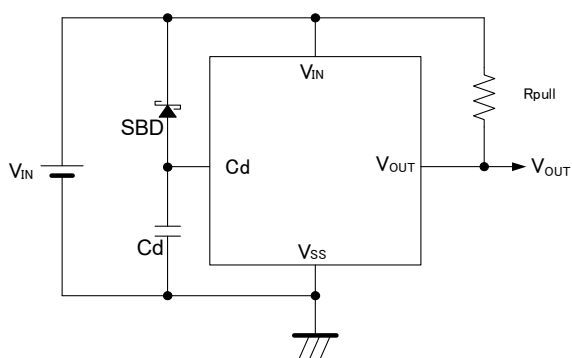

図 3:Cd 端子にショットキーダイオードを接続した回路例
- ・電源入力端子 - Cd 端子間にショットキーダイオードを接続。(図 3 参照)